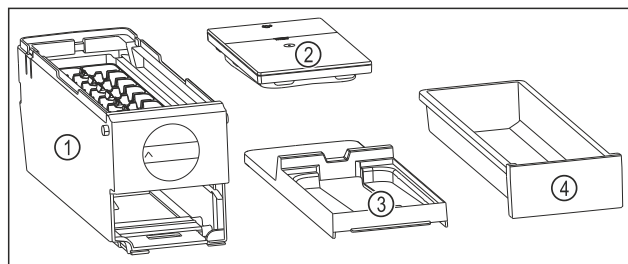

Fig. 84 Componenti dell'EasyTwist-Ice
- ▶ L'EasyTwist-Ice è scomposto in quattro parti. (vedere Fig. 84)
- ▶ Smontare l'EasyTwist-Ice scomponendo solo gli elementi rappresentati in figura. (vedere Fig. 84)
- ▶ Pulire l'intero corpo dell'EasyTwist-Ice Fig. 84 (1).